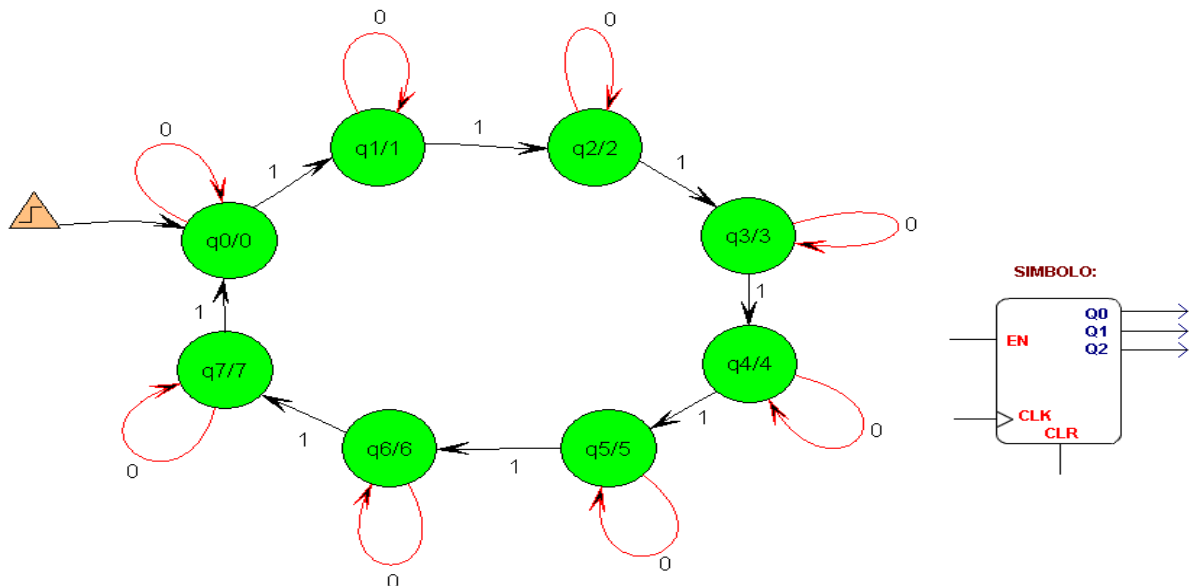

Ilustración 1 Autómata del contador.
**1A.** Aplicar la metodología para diseño de circuitos secuenciales y obtener las ecuaciones usando FF-D y FF-JK que permitan implementar el diseño de un contador ascendente con señal de control *enable*, tomando en cuenta el autómatas mostrado en la ilustración 1.
El alumno puede verificar que las ecuaciones usando el FF-D del autómata de la ilustración 1 corresponden con las siguientes: